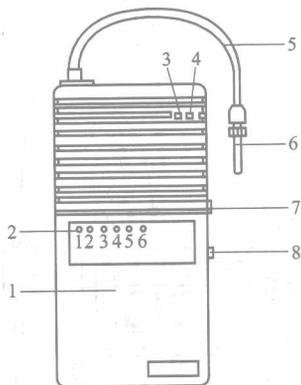

图 1-6 电子检漏仪
(2) 电子检漏仪 虽然卤素检漏灯灵敏度较高,但对微漏情况也难以检出,此时可以采用电子检漏仪检漏。电子检漏仪是一种精密的检漏仪器,灵敏度可达5g/年以下,灵敏度高的电子检漏仪可检漏出0.5g/年左右的氟里昂的泄漏量。电子检漏仪由传感器探头、电源开关、软管、仪器壳体等组成,如图1-6所示。它是根据六氟化硫等负电性物质对负电晕放电有抑制作用这一原理制成的。当氟里昂气体进入具有特殊结构的电晕放电探头时,就会改变放电特性,使电晕电流变化,经仪器内的电子电路将电晕电流的变化放大变换后以光信号和音响的方式表达出来。